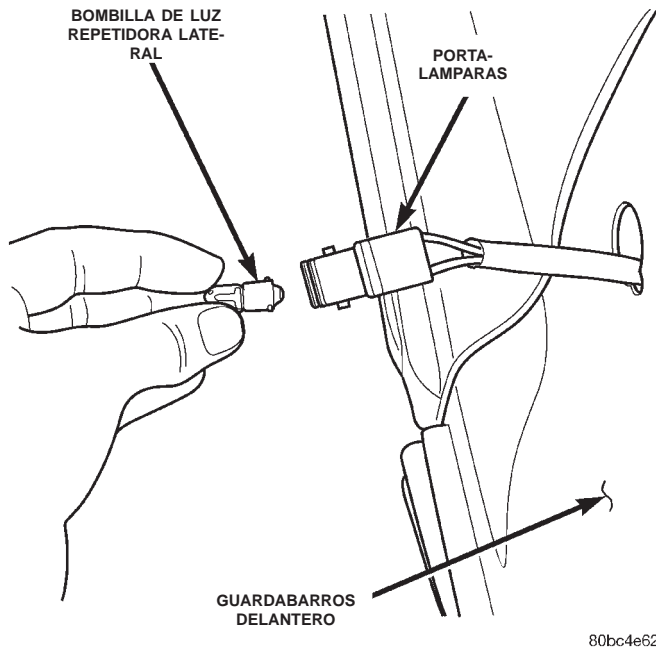

Fig. 12 Bombilla de luz repetidora lateral
(1) Instale la bombilla en su portalámparas (Fig. 12).